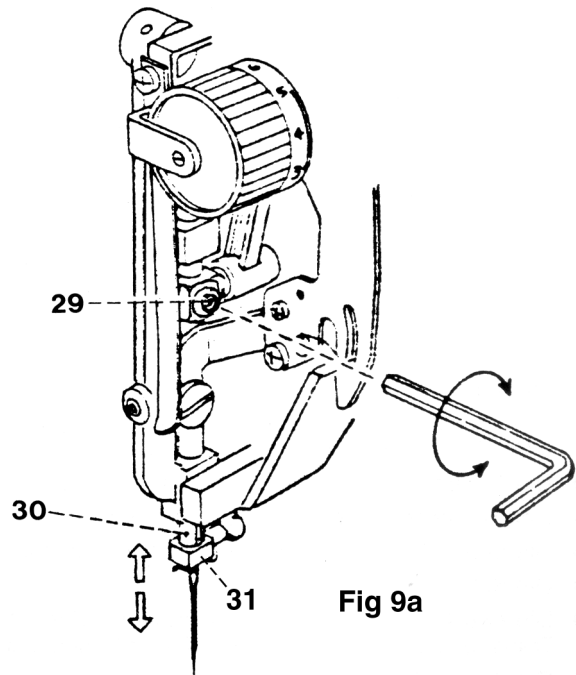

Fig 9a
- Loosen screw 29 with a 2.0 mm Allen key (fig. 9a).